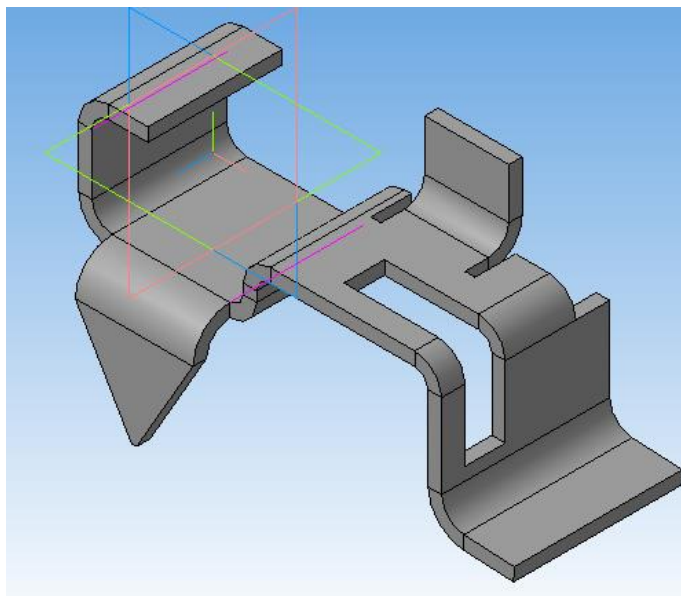

Рисунок 27.
1. Создание листовой детали (рисунок 27).